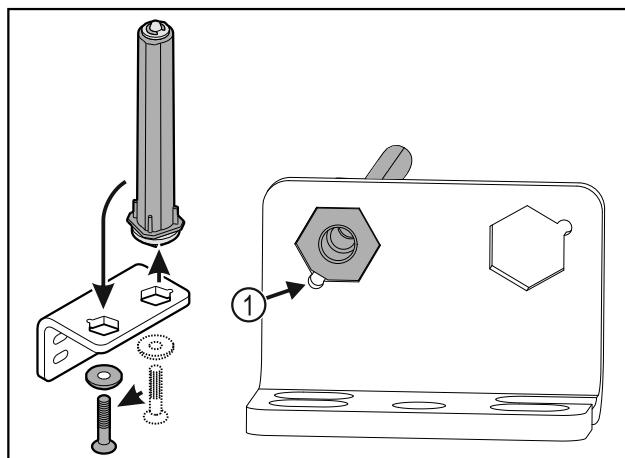

Fig. 39
- ▶ Pobrinite se za to da je prilikom umetanja zakošenje na svornjaku Fig. 39 (1) usmjereni prema okrugloj rupi.